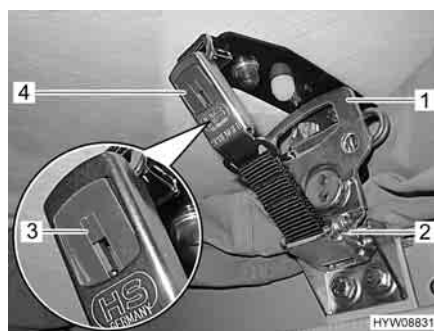

Fig. 48 Bloccaggio
- Tirare verso il basso sui due lati la serratura rapida (Fig. 48,2) e agganciarla nella piastrina di sostegno.
- Ruotare la maniglia (Fig. 48,1) sulla serratura rapida (Fig. 48,2) in senso orario di mezzo giro.
- Chiudere la serratura a scatto (Fig. 48,4) premendo sui due lati.
- Spingere il cursore rosso (Fig. 48,3) in basso premendo sui due lati. In questo modo la serratura a scatto (Fig. 48,4) è assicurata contro l'apertura involontaria.